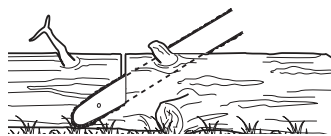

Fig. 30
- > Pour une coupe plus facile, respectez les principes de base suivants : Si le tronc est surélevé sur toute sa longueur (Fig. 30), coupez-le par le dessus.